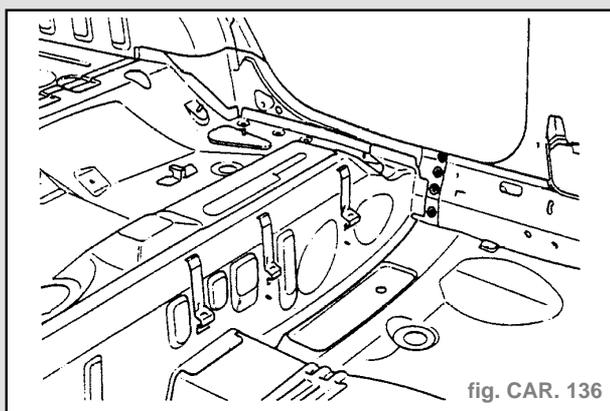

fig. CAR. 136
**Soudure** (fig. CAR. 136 et 137)